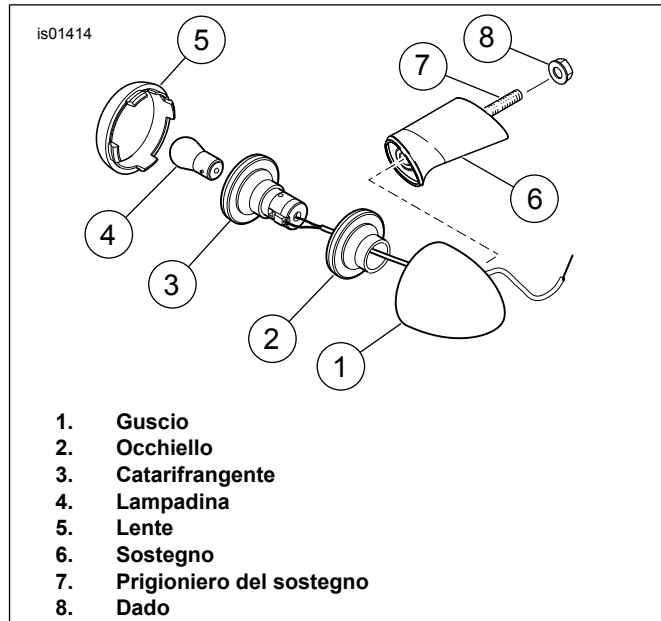

Figura 2. Rimozione degli steli degli indicatori di direzione di serie
1. Vedere la Figura 2. Dal guscio degli indicatori di direzione posteriori (1) rimuovere la lente (5).
2. Facendo leva con delicatezza, estrarre il catarifrangente (3) e l'occhiello (2) dal guscio (1). Estrarre delicatamente i fili dal relativo foro nel guscio.
3. Rimuovere e gettare via il sostegno (6), il prigioniero (7) e il dado (8).